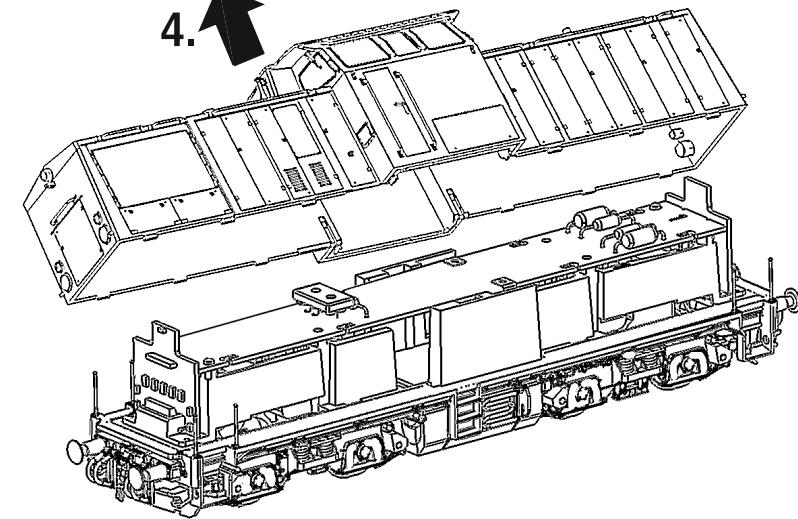

Fig. 4
3. Hafstreifenwechsel: Zuerst den Getriebedeckel abnehmen (Fig. 4). Danach den **Radsatz** herausnehmen und die **Hafstreifen** mit einer Nadel od. mit einem feinen Schraubendreher abziehen (Fig. 8). Beim Aufziehen der neuen Hafstreifen darauf achten, dass diese sich nicht verdrehen.
3. Échange des bandages d'adhérence: Démontez d'abord le **couvercle du carter** des engrenages (fig. 4). Délogez ensuite les essieux bandagés et enlevez, à l'aide d'une aiguille ou d'un tourne-vis fin, les bandages d'adhérence (fig. 8). Lors du montage des nouveaux bandages veuillez veiller à ce que les bandages **ne soient pas tordues**.
Verwijder de draaistel (fig. 4). Til de wielstellen ar met een splad maakt u het bandje los (fig. 8). Nieuwe bandjes niet verdraaien.